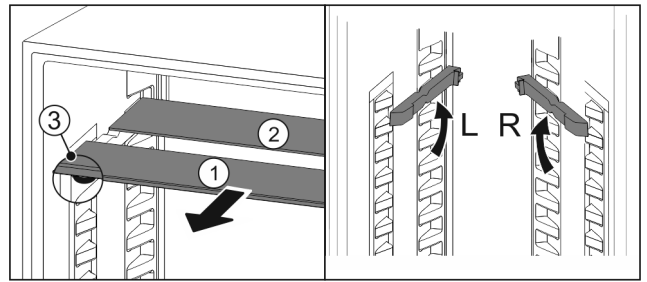

Fig. 78
- ▶ Издърпайте Fig. 78 (1) поотделно стъклените плочи напред.
- ▷ Стъклената плоча Fig. 78 (1) с декоративната лайсна е отпред.
- ▷ Ограничителите Fig. 78 (3) сочат надолу.